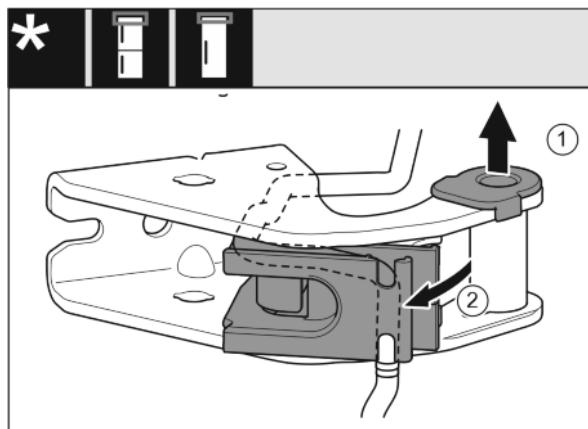

Fig. 21
- Lagerbuchse aus Führung ziehen. Fig. 21 (1)
- Kabelhalterung ausschwenken. Fig. 21 (2)